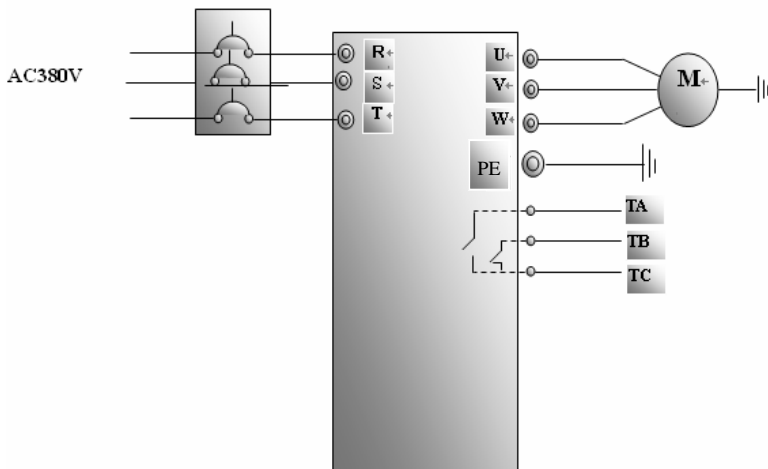

图 4-1 接线图 1
(1) 按图 4-1 配线，检查接线正确后，合上空气开关，变频器上电；
(1) 按图 4-1 配线, 检查接线正确后, 合上空气开关, 变频器上电;
(2) 按方式键, 进入编程菜单。
(3) 进行电机参数测量; 操作步骤与例 1 完全相同。
(4) 设置变频器的功能参数:
① 进入 F132 参数, 设置为 1, 选择控制面板点动
② 进入 F106 参数, 设置为 0, 控制方式选择无速度传感器矢量控制;
③ 进入 F200 参数, 设置为 0, 选择操作控制面板运行命令控制方式;
④ 进入 F124 参数, 设置点动运行频率为 5.00Hz;
⑤ 进入 F125 参数, 设置点动加速时间为 30s;
⑥ 进入 F126 参数, 设置点动减速时间为 30s;
⑦ 进入 F202 参数, 设置为 0, 选择正转锁定。